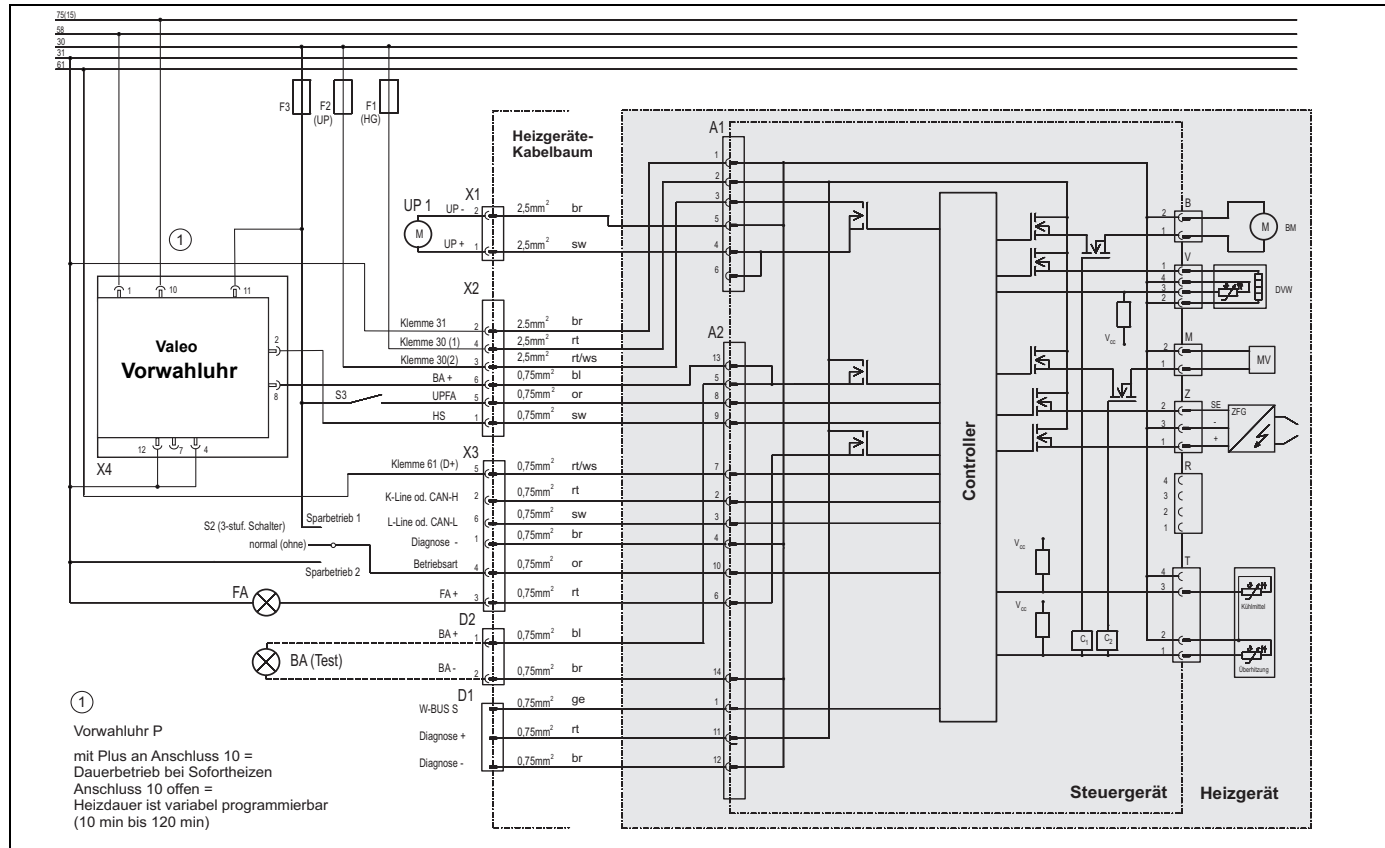

Bild 7: Systemschaltung für Diesel-Brennerkopf der Thermo H mit Standarduhr, Legende siehe Seite 18.
- Vorwahluhr, siehe Systemschaltung Bild 7